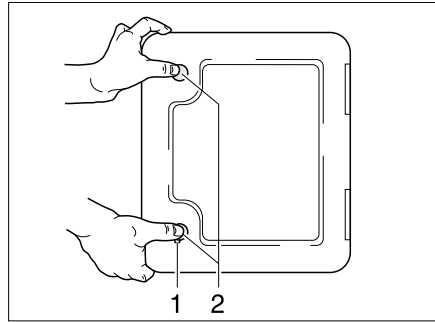

Bild 244 Klappe für die Toiletten-Kassette
- Die Klappe für die Kassette außen am Fahrzeug öffnen. Dazu den Schlüssel in den Schließzylinder des Druckschlösses (Bild 244,1) stecken und eine viertel Umdrehung drehen.
- Beide Druckschlösser (Bild 244,2) gleichzeitig mit dem Daumen drücken und die Klappe für die Kassette öffnen.